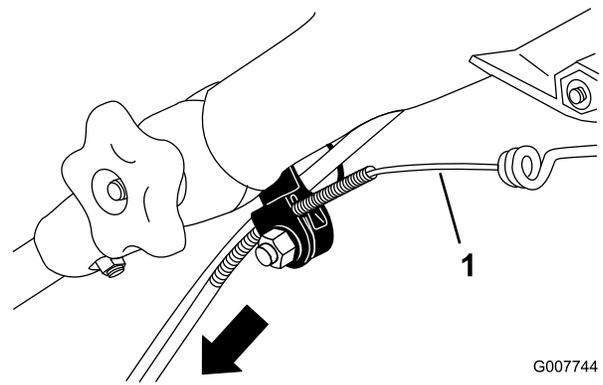

Bild 44
3. Ziehen Sie den Kabelmantel nach unten, bis der freigelegte Zug kein Spiel mehr hat (Bild 44).